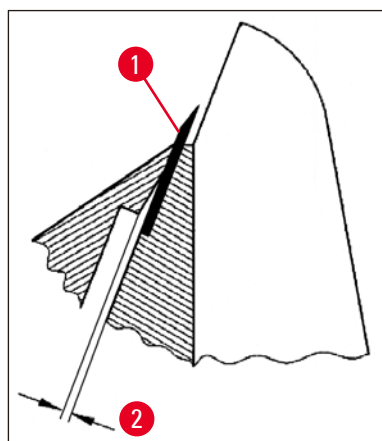

Fig. 37
- Use o parafuso (→ Fig. 36-4) para ajustar a placa de pressão (→ Fig. 36-2) de forma que apenas a borda superior da placa de pressão exerça pressão na lâmina. Um espaço deve ser visível (→ Fig. 37). É necessária uma chave de fenda pequena (aprox. 3.0 x 70) para fazer o ajuste.